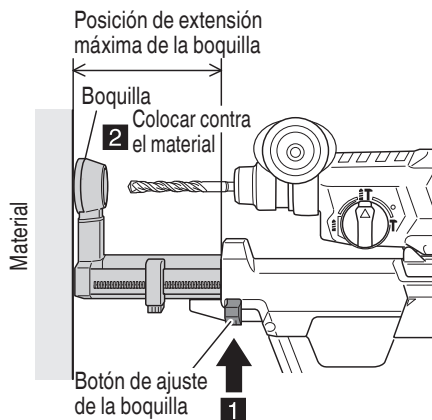

Fig. 11
- (1) Presione el botón de ajuste de la posición de la boquilla y asegúrese de que la boquilla esté en la posición completamente extendida. (Fig. 11)
- (2) Mientras sujeta la herramienta de tal manera que no se pulse el interruptor, coloque la boquilla contra el material por taladrar. (Fig. 11)